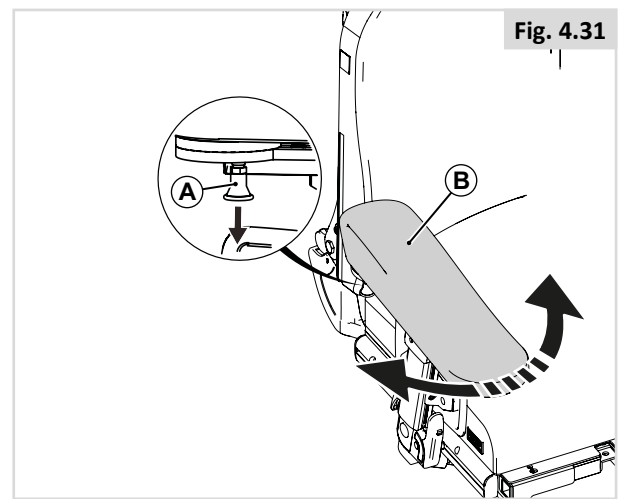

Fig. 4.31
1. Skru opp (A) med én omdreining.
2. Juster (B) til ønsket stilling.
3. Stram (A) på nytt.
4.9 Hemiplegi-armlene (Fig. 4.31)